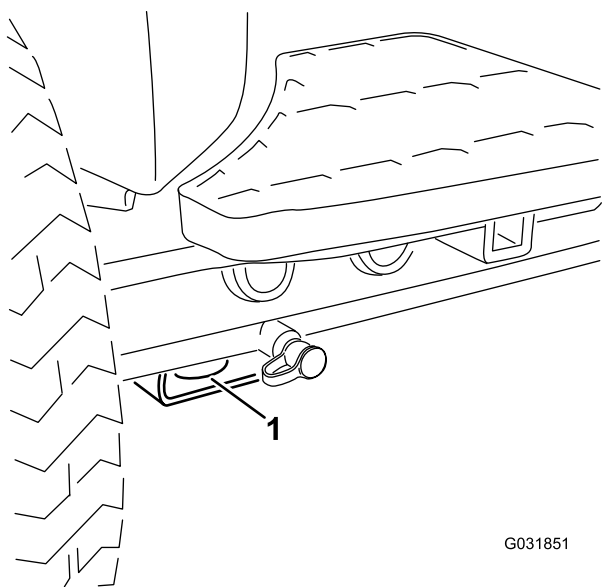

Figura 39
- Dianteira – o orifício na pastilha retangular, por baixo do tubo do eixo, dentro de cada pneu dianteiro (Figura 39)